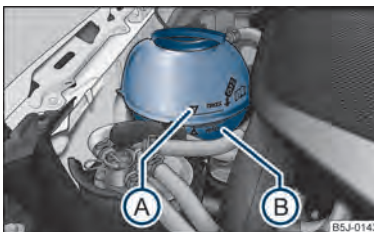

Abb. 130 Motorraum: Kühlmittelausgleichbehälter
- Prüfen Sie den Kühlmittelstand am Kühlmittelausgleichbehälter ⇒ **Abb. 130**. Der Kühlmittelstand muss bei kaltem Motor zwischen den Markierungen „MIN“  und „MAX“  liegen. Bei warmem Motor kann er auch etwas über der Markierung „MAX“ liegen.
- Legen Sie einen Lappen auf den Verschlussdeckel des Kühlmittelausgleichbehälters ⇒ **Abb. 130** und schrauben Sie den Deckel **vorsichtig** links herum ab ⇒ .